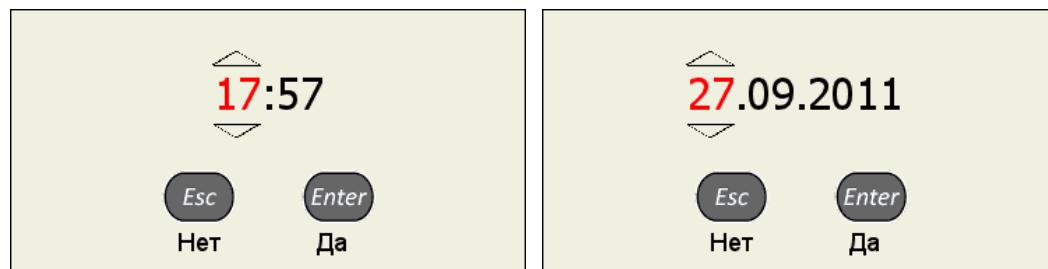

Рисунок 14
- в открывшемся окне редактирования (рисунок 14) клавишами выбрать разряд для редактирования;